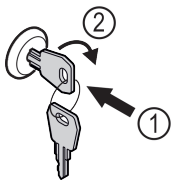

Fig. 99
- ▶ Schlüssel hineindrücken Fig. 99 (1).
- ▶ Schlüssel um 90° im Uhrzeigersinn drehen Fig. 99 (2).